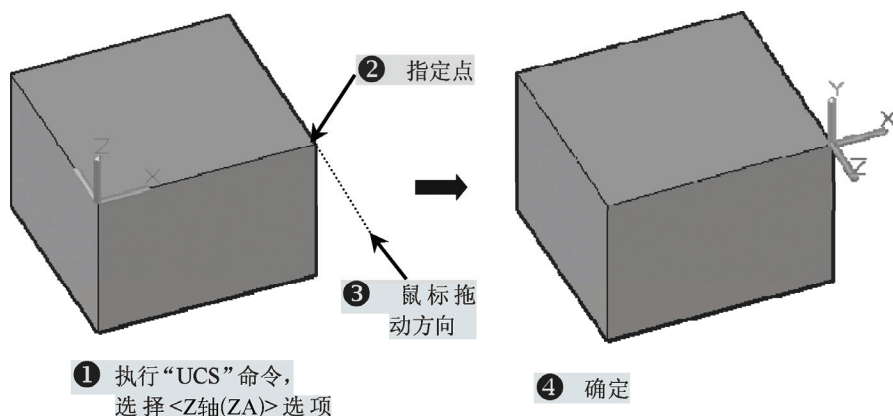

图 14-5 更改用户坐标系
通过上面讲解可以了解到, 三维绘图是指在 XY 平面指定一个面, 通过指定 z 轴高度来绘制实体, 即通过改变 z 轴的方式变换坐标系。例如, 现在通过“Z 轴 (ZA)”来更改一个坐标系, 如图 14-5 所示。“UCS→ZA→选择想要指定的坐标原点→拖动鼠标来指定 z 轴方向→确定”, 坐标系即重新指定。